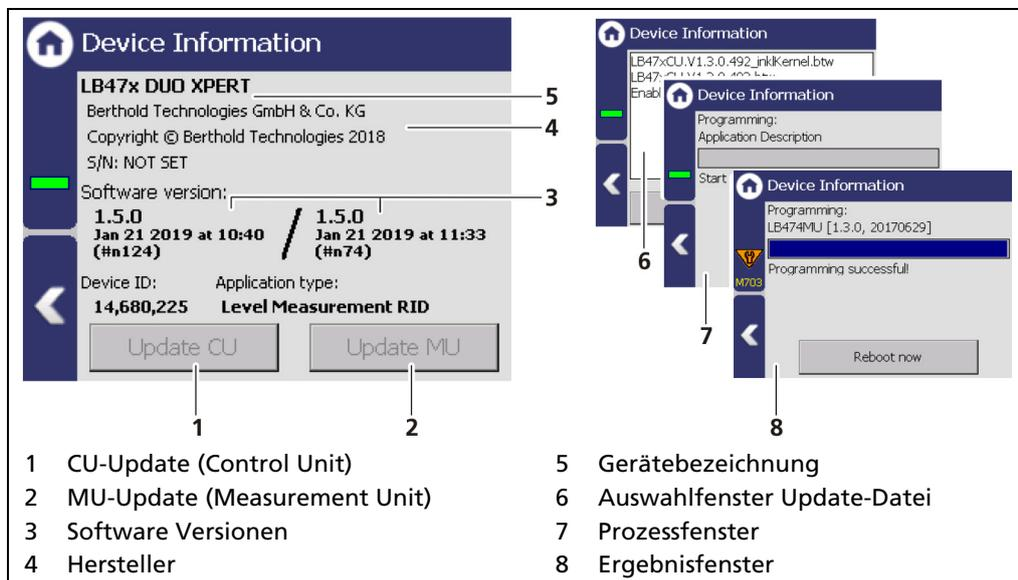

Abb. 35 Geräteinformationen
4. Der USB-Speicher wird nach einigen Sekunden vom System erkannt und die Schaltflächen können angeklickt werden. Klicken Sie auf <CU-Update> (Abb. 35, Pos.1)
- ▶ Das Auswahlfenster „Update-Datei“ (Abb. 35, Pos.6) öffnet sich.
5. Wählen Sie die entsprechende Datei aus und klicken Sie auf die Schaltfläche <CU-Update> (Abb. 35, Pos.1). Bestätigen Sie mit <JA>.
4. Der USB-Speicher wird nach einigen Sekunden vom System erkannt und die Schaltflächen können angeklickt werden. Klicken Sie auf <MU-Update> (Abb. 35, Pos.2).
5. Wählen Sie die entsprechende Datei aus und klicken Sie auf die Schaltfläche <MU-Update> (Abb. 35, Pos.2).